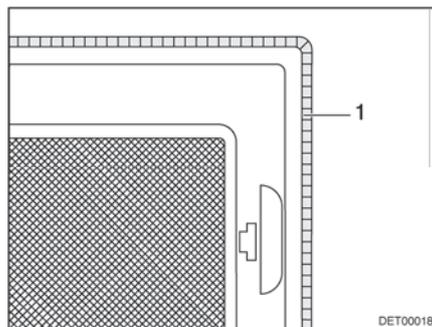

Fig. 53 Aération forcée
**Aération forcée** Selon l'équipement, le lanterneau est équipé d'une aération forcée (Fig. 53,1). Des lanterneaux avec aération forcée sont intégrés dans l'espace habitable et dans le cabinet de toilette.